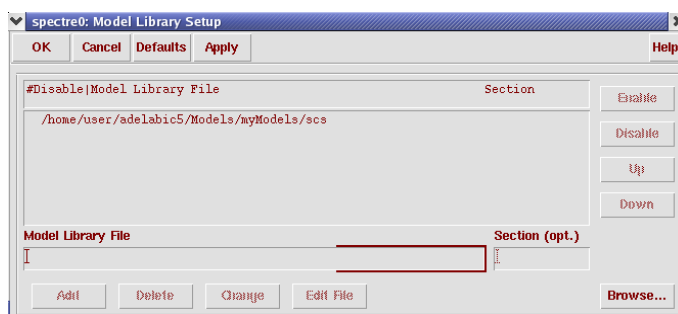

图 4.8 Model Libraries Setup 窗口
- ④ 在 Model Libraries Setup 窗口中, 点击左下角的 Add 按钮, 添加 myModels.scs 文件, 窗口如图 4.8 所示, 最后点击左上角 OK。